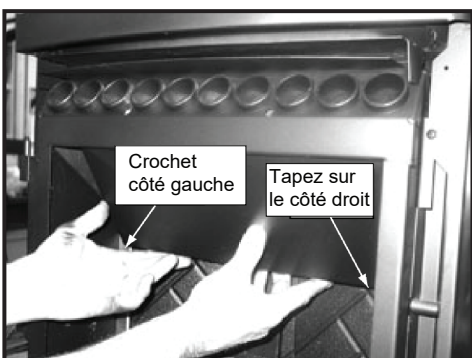

Figure 29.1
2. Le déflecteur supérieur est équipé d'un crochet en bas à gauche, qui repose sur la lèvre supérieure de la brique moulée. Une languette en bas à droite est accrochée au support latéral. Enlevez le déflecteur supérieur en commençant par tirer le déflecteur vers l'avant jusqu'à ce que le bord arrière s'abaisse. Puis repoussez le déflecteur jusqu'à ce que le bord avant se dégage de l'étagère sur laquelle il reposait. **Figure 29.1.**
3. Soulevez légèrement et tirez vers l'avant le bord droit de la brique et faites glisser la brique dans les encoches supérieures et inférieures du support droit. **Figure 29.1.**